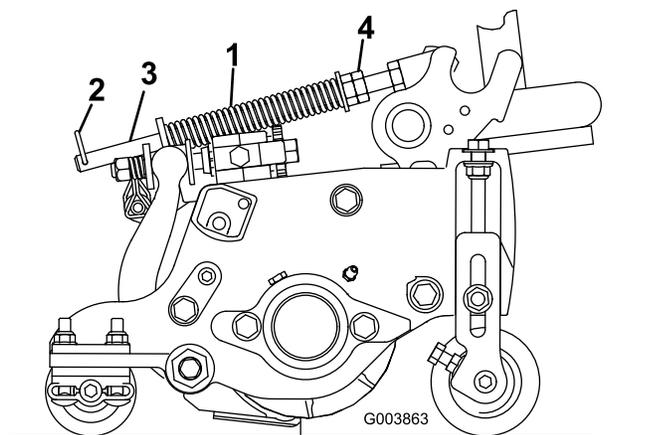

图 51
草坪补偿弹簧（图 51）可将重量从前滚筒转移至后滚筒。这有助于减少草坪的波动图形，也称为波浪形或摆动形。
1. 确保发卡销安装在弹簧杆的后孔内（图 51）。
2. 拧紧弹簧杆前端的六角螺母，直至压缩后的弹簧长度为 159mm，请参阅（图 51）。